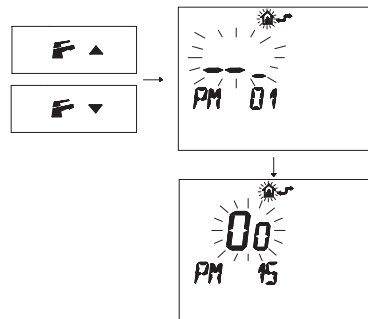

Figura 5.20
- Premere i pulsanti **F**▲ o **F**▼ per visualizzare la programmazione "PM15" abilitazione della sonda esterna (Figura 5.20).